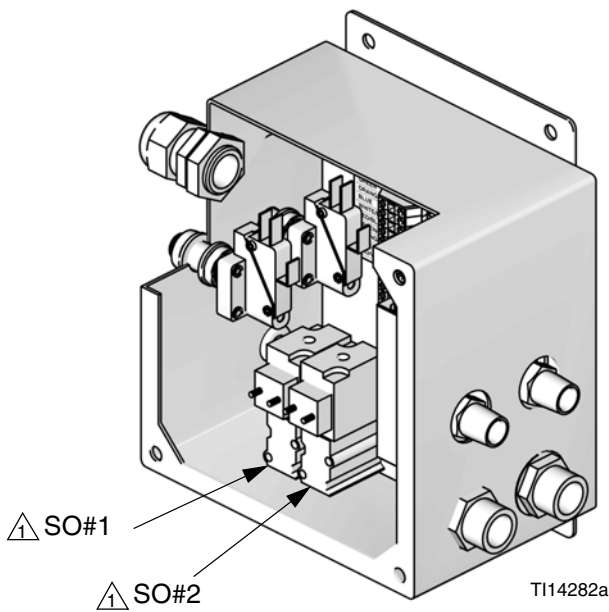

Fig. 7. Magnetschalter installieren (2 Möglichkeiten)
1. Jeder Pistolenspülkasten-Einbausatz enthält einen Magnetschalter (PS). Die GFB-Schnittstelle kann 1 oder 2 Magnetschalter fassen. Installieren Sie den/die Magnetschalter auf dem Verteiler am unteren Ende der hinteren Abdeckung. Siehe Fig. 7.